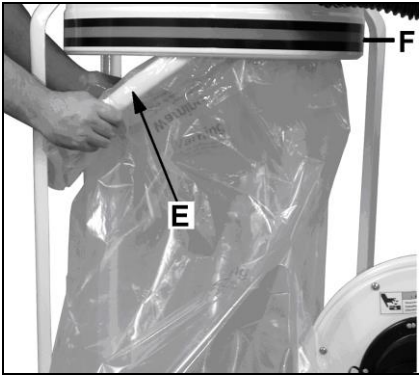

Fig 10
Appuyer de part et d'autre sur l'anneau (E) et le glisser en biais par-dessous le bâti jusqu'à ce qu'il s'enclenche dans la rainure (F, Fig 10).